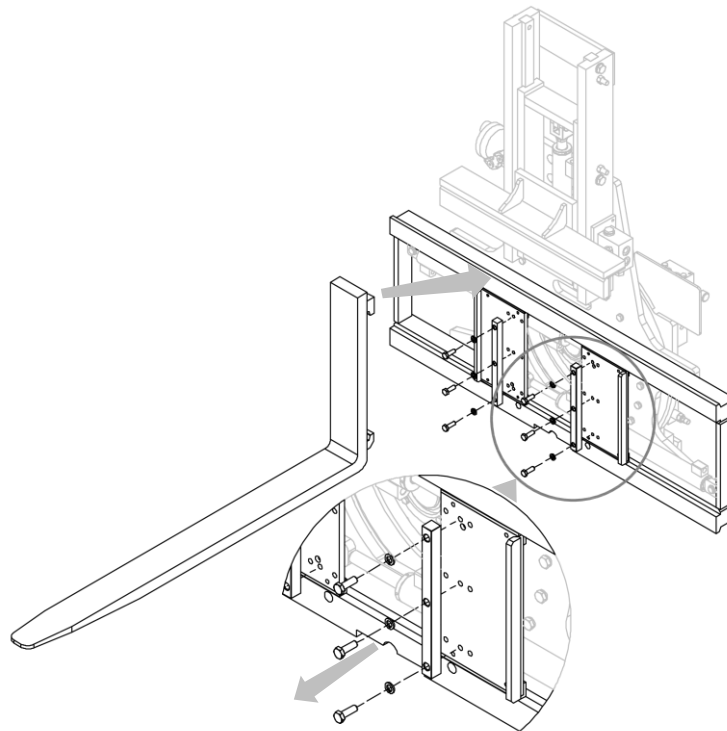

Figura 13
1. Applicare le forche (inserirle dal centro dove è presente la apposita scanalatura) dopo aver svitato i fermi forca (vedi *Figura 13*); in base alla larghezza delle forche utilizzare i fori più opportuni.